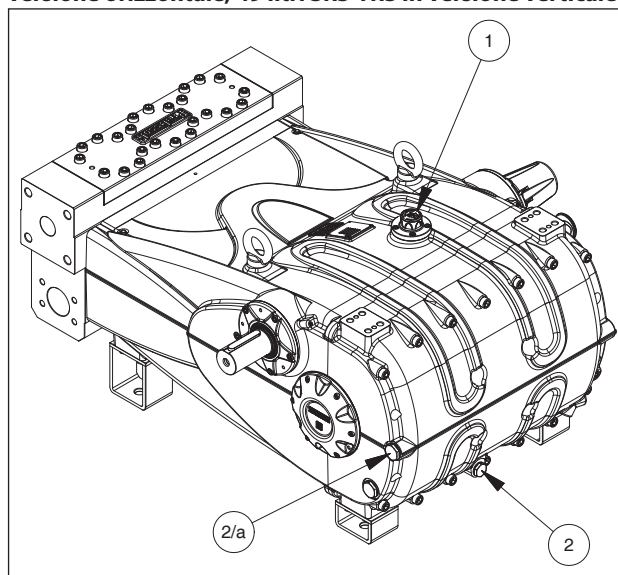

Fig. 4
Controllare il livello dell'olio tramite l'asta livello olio ①, Fig. 4. Se necessario rabboccare dal tappo olio ① Fig. 4.
Il controllo corretto del livello dell'olio si esegue con la pompa a temperatura ambiente, il cambio dell'olio va eseguito con pompa a temperatura di lavoro rimuovendo il tappo pos. ②, Fig. 4. (Utilizzare il tappo pos. 2/a per versione verticale.)